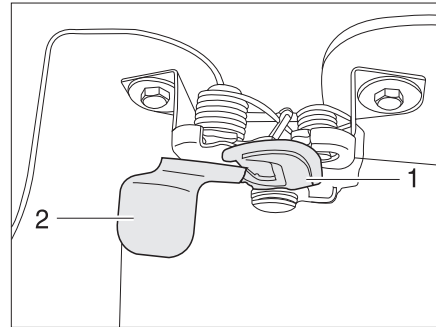

Fig. 26 Bouton de déverrouillage extérieur du capot moteur
- Passer une main sous le capot moteur et actionner le crochet de sécurité (Fig. 26,1). Passer pour cela la main derrière la plaque (Fig. 26,2) et la tirer vers l'avant.